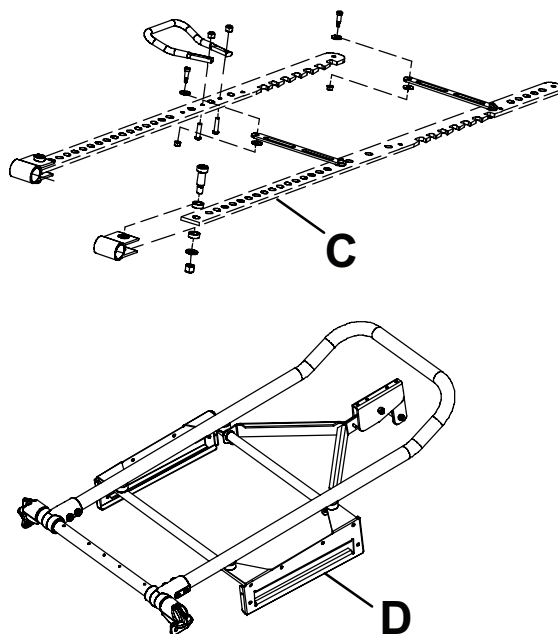

Figure 26 – Supports d'ajustement de la hauteur et plaques coulissantes
4. Appliquer du **Tri-Flow™** aux supports d'ajustement de la hauteur droit et gauche (C) (Figure 26). Appliquer uniformément.
5. Appliquer du **Tri-Flow™** sur les plaques coulissantes droite et gauche (D) (Figure 26). Appliquer uniformément.